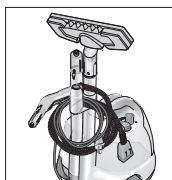

Рис. 11: складання приладдя
- Вставте обидві подовжувальні трубки, кожну окремо, у тримачі для приладдя (A6) на зворотній стороні приладу. Насадіть сопло для підлоги (H1) на подовжувальну трубку (див. рис. 11).